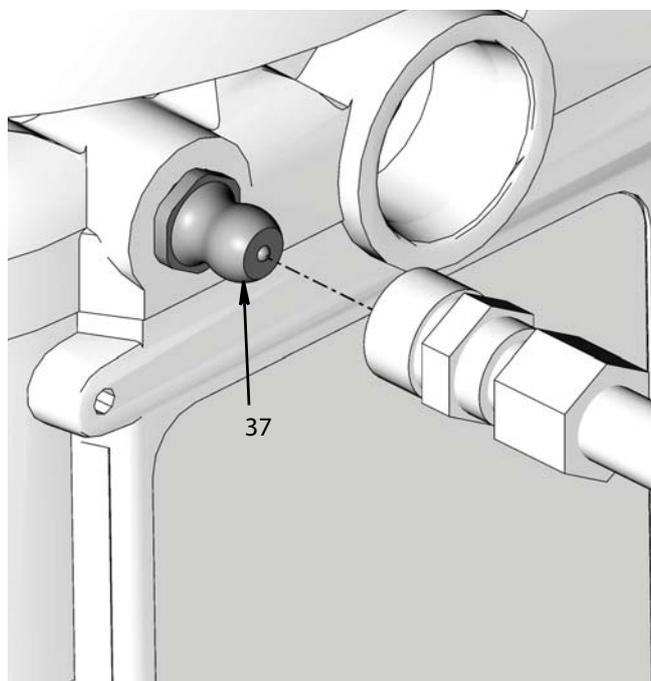

РИС. 11
1. Подсоедините заливочный шланг ко впускному фитингу *(37) (рис. 11).
1. Подсоедините заливочный шланг ко впускному фитингу (рис. 11).